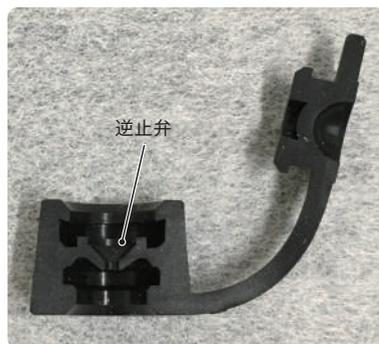

図 14 鉗子栓の断面図
- 鉗子栓の逆止弁の機能が低下すると吸引が弱まります (図 14)。